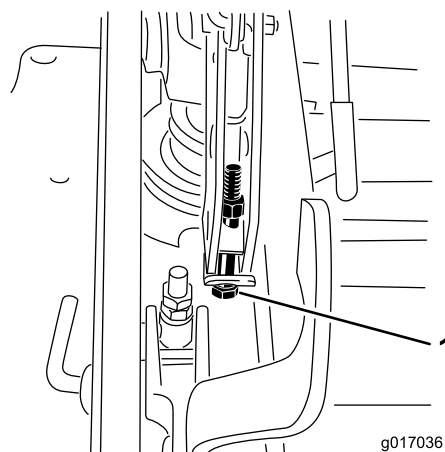

Figure 96
13. Si le tablier est trop bas, serrez le boulon de réglage monopoint dans le sens horaire. Si le tablier est trop haut, desserrez le boulon de réglage monopoint dans le sens antihoraire (Figure 96).